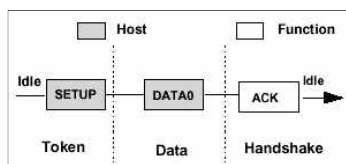

图 6 控制设置(SETUP)传输
1. 控制传输模式(图 6)，控制传输用于在外设初次连接时对器件进行配置；对外设的状态进行